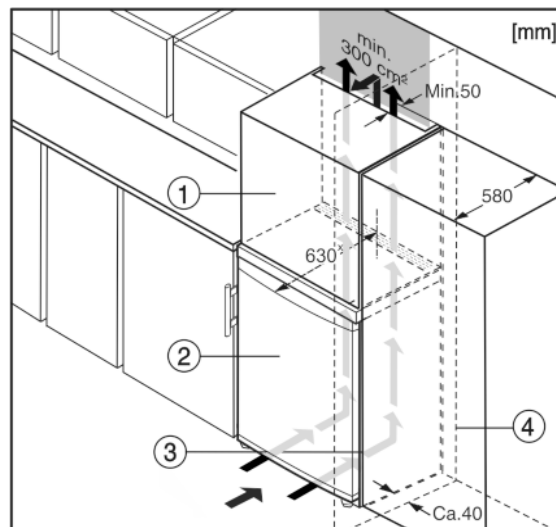

Fig. 10
Urządzenie może zostać obudowane szafkami kuchennymi. Aby dopasować urządzenie Fig. 10 (2) do wysokości ciągu szafek kuchennych, można nad urządzeniem umieścić szafkę nasadzaną Fig. 10 (1).
W przypadku obudowania szafkami kuchennymi (głębokość maks. 580 mm) urządzenie można ustawić bezpośrednio obok szafki kuchennej Fig. 10 (3). Urządzenie wystaje z boku o 34 mmx i na środku urządzenia o 50 mmx w stosunku do frontu szafek kuchennych.
Jeżeli urządzenie będzie ustawiane z zawiasami do ściany Fig. 10 (4), to pomiędzy urządzeniem i ścianą należy zachować minimalny odstęp, wynoszący 40 mm. Na taką odległość wystaje klamka przy otwartych drzwiach.